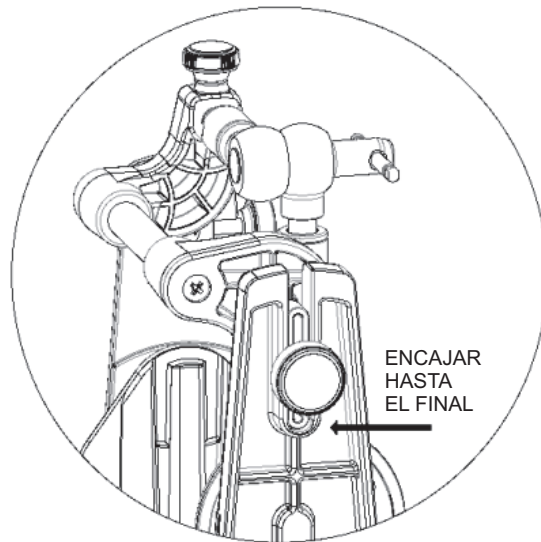

Fig. 07
4.7 Montaje en el articulador: Durante el encaje del soporte del conjunto de transferencia en el articulador, lleve el mismo hasta el final del canal para garantizar la misma posición del registro y trabe el tornillo **(Fig. 07).**